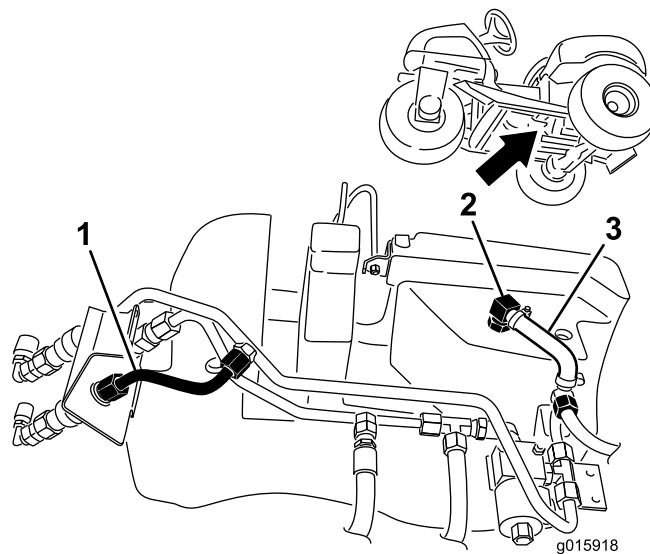

Figura 8
1. Desconecte el tubo hidráulico corto del acoplamiento y del orificio del tubo hidráulico (Figura 8).
2. Retire la manguera pequeña moldeada desconectándola del codo pequeño del depósito hidráulico y del tubo hidráulico pequeño (Figura 8). Guarde las abrazaderas pero deseche la manguera.
3. Retire el codo pequeño del depósito hidráulico (Figura 8).